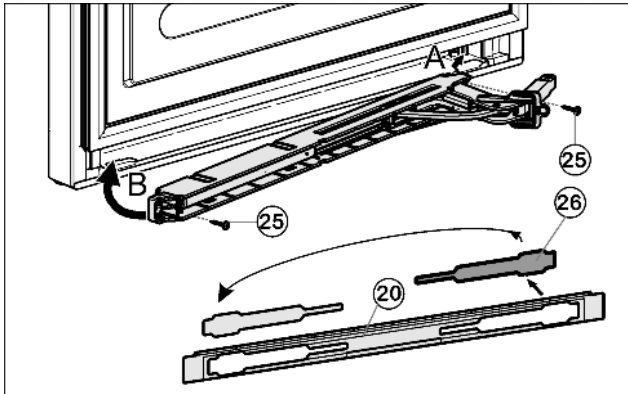

Fig. 13
- ▶ Afdekking *Fig. 13 (26)* uit de afdekplaat *Fig. 13 (20)* nemen en aan de andere kant weer inzetten.
- ▶ Sluitdemper-eenheid met scharnier naar de scharnierzijde gericht inhaken (A) en indraaien (B).
- ▶ Sluitdemper-eenheid vastschroeven (2 maal Torx® 15) *Fig. 13 (25)*.